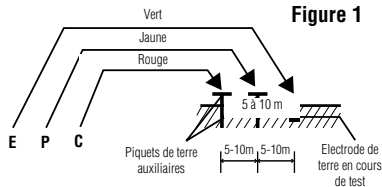

Figure 1
- (1) Connecter les conducteurs de test vert, jaune et rouge aux bornes de l'instrument E, P, C avec les piquets de terre auxiliaires P1 et C1 enfoncés dans le sol « EN LIGNE DROITE ». (Fig. 1)
- (2) Mettre le sélecteur de fonction rotatif sur une plage adéquate et appuyer sur le bouton pour tester et relever la lecture.
\* Suivre la bonne connexion de la façon indiquée dans la Fig 1. Le témoin à DEL s'allumera. Cela indique qu'il existe une bonne intensité de courant.